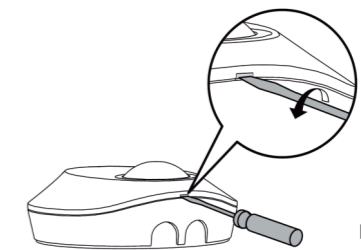

Figure 7
3.4.1.1 Utilisez un tournevis plat pour retirer le cache. (Voir figure 7).